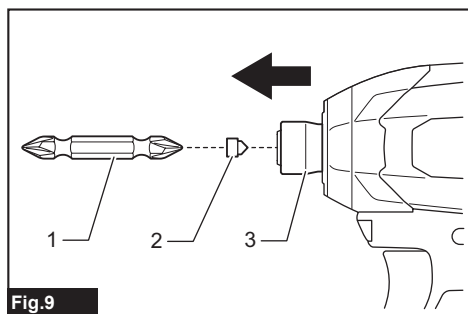

Fig.9
► **Рис.9:** 1. Муфта 2. Закрыть 3. Открыть